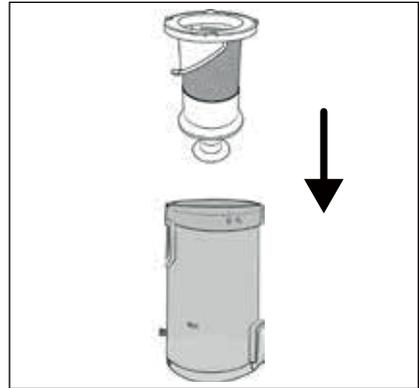

Fig. 21
- 6) Inserte el filtro de acero inoxidable (6) en el depósito de polvo (7) y presiónelo hasta el fondo (consulte la fig. 21). Para ello, observe los encastres de diferente tamaño del filtro de acero inoxidable (6). El filtro de acero inoxidable (6) solo puede insertarse en una posición en el depósito de polvo (7) según estos encastres.